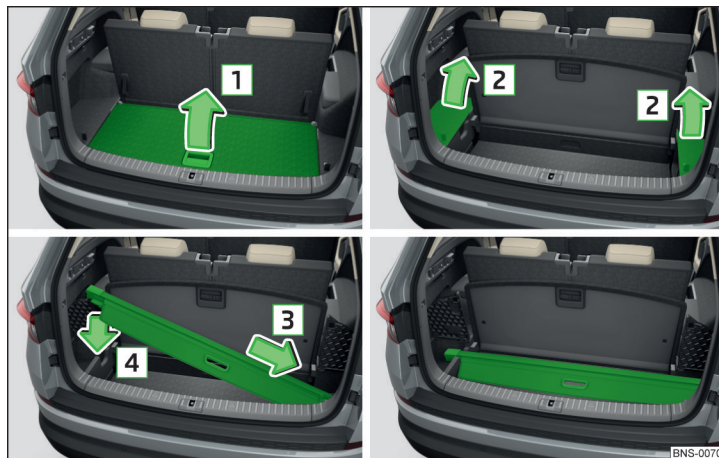

Fig. 148 Ranger le cache enroulable
- Soulevez le sol de chargement variable dans le sens de la flèche **1** et insérez-le dans les évidements latéraux » fig. 148.